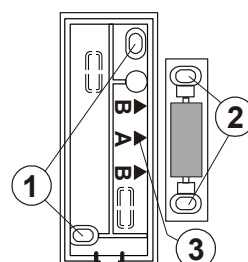

Abb. 3
- Befestigen Sie die Gehäuserückseite am feststehenden Teil der Tür (des Fensters). Die Zeichen A, B auf der Gehäuserückseite markieren die Platzierung des Magnets (siehe Abb. 3).